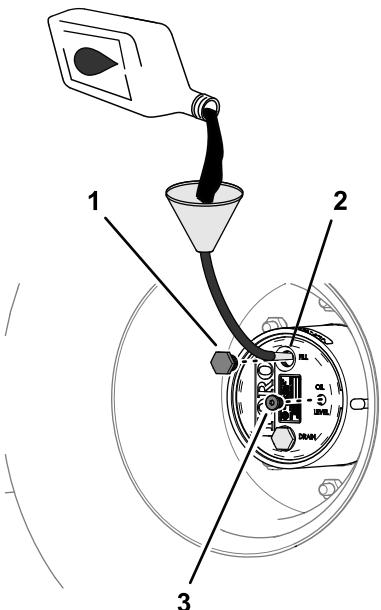

Figure 86
4. Si le niveau d'huile est trop bas, enlevez le bouchon de remplissage et ajoutez l'huile spécifiée jusqu'à ce qu'elle ressorte par le trou du bouchon de contrôle (Figure 86) ; voir Spécifications de l'huile du train planétaire (page 72).
6. Remettez en place les bouchons de remplissage et de contrôle (Figure 86).
1. Versez lentement l'huile pour engrenages spécifiée par l'orifice du bouchon de remplissage ; voir Figure 86 sous Contrôle du niveau d'huile du train planétaire \(page 72\).
3. Remettez en place les bouchons de remplissage et de contrôle ; voir Figure 86 sous Contrôle du niveau d'huile du train planétaire \(page 72\).